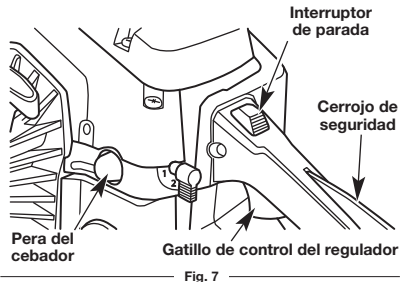

Fig. 7
1. Ponga el interruptor de parada en la posición de FUNCIONAMIENTO (RUN) (Fig. 7).
2. Oprima y suelte completamente la pera del cebador 10 veces, lentamente (Fig. 7). Deberá verse alguna cantidad de combustible en la pera del cebador. Si no se ve combustible en la pera, oprima y suelte la pera hasta que se vea el combustible.
2. Ponga el interruptor de parada en la posición de PARADA (Fig. 7).